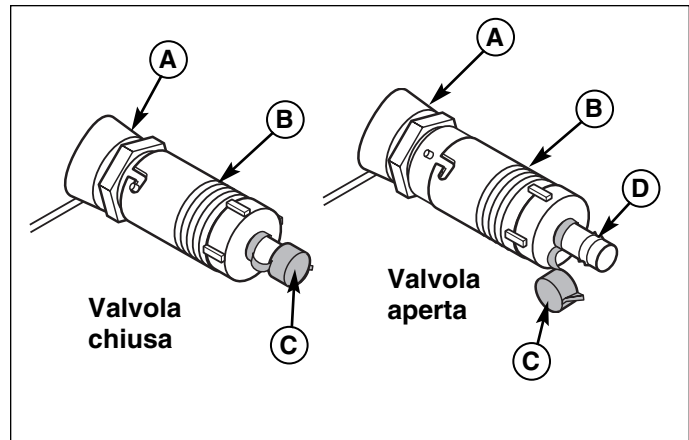

Figura 24. Valvola di spurgo dell'olio
3. Pulire la valvola di spurgo dell'olio (B, Figura 24) e la copertura (C) con una tovaglietta di carta o uno straccio.